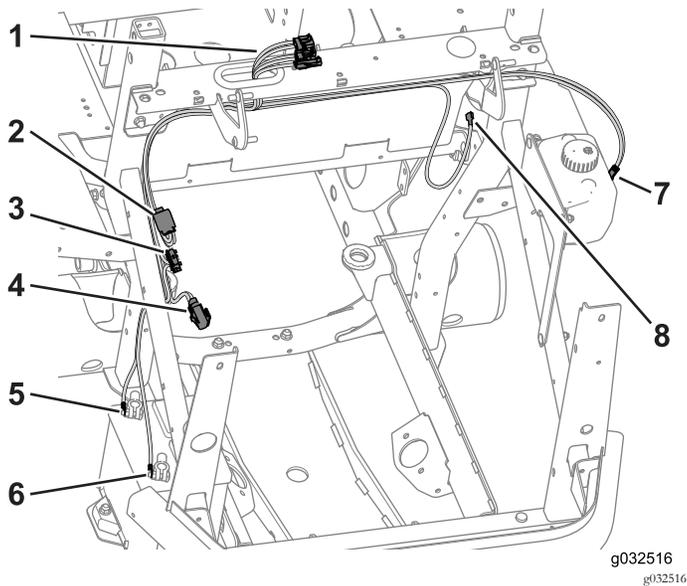

Figura 38
1. Disponete i 3 connettori della cabina attraverso il gommino (Figura 38).
- Disponete il filo di alimentazione ausiliaria attraverso il supporto del telaio, verso il basso lungo il tubo del ROPS e verso i comandi dell'operatore (Figura 38).
- Disponete il filo di lavaggio attraverso il supporto del telaio, verso il basso lungo il tubo del ROPS e verso il serbatoio di lavaggio (Figura 38).